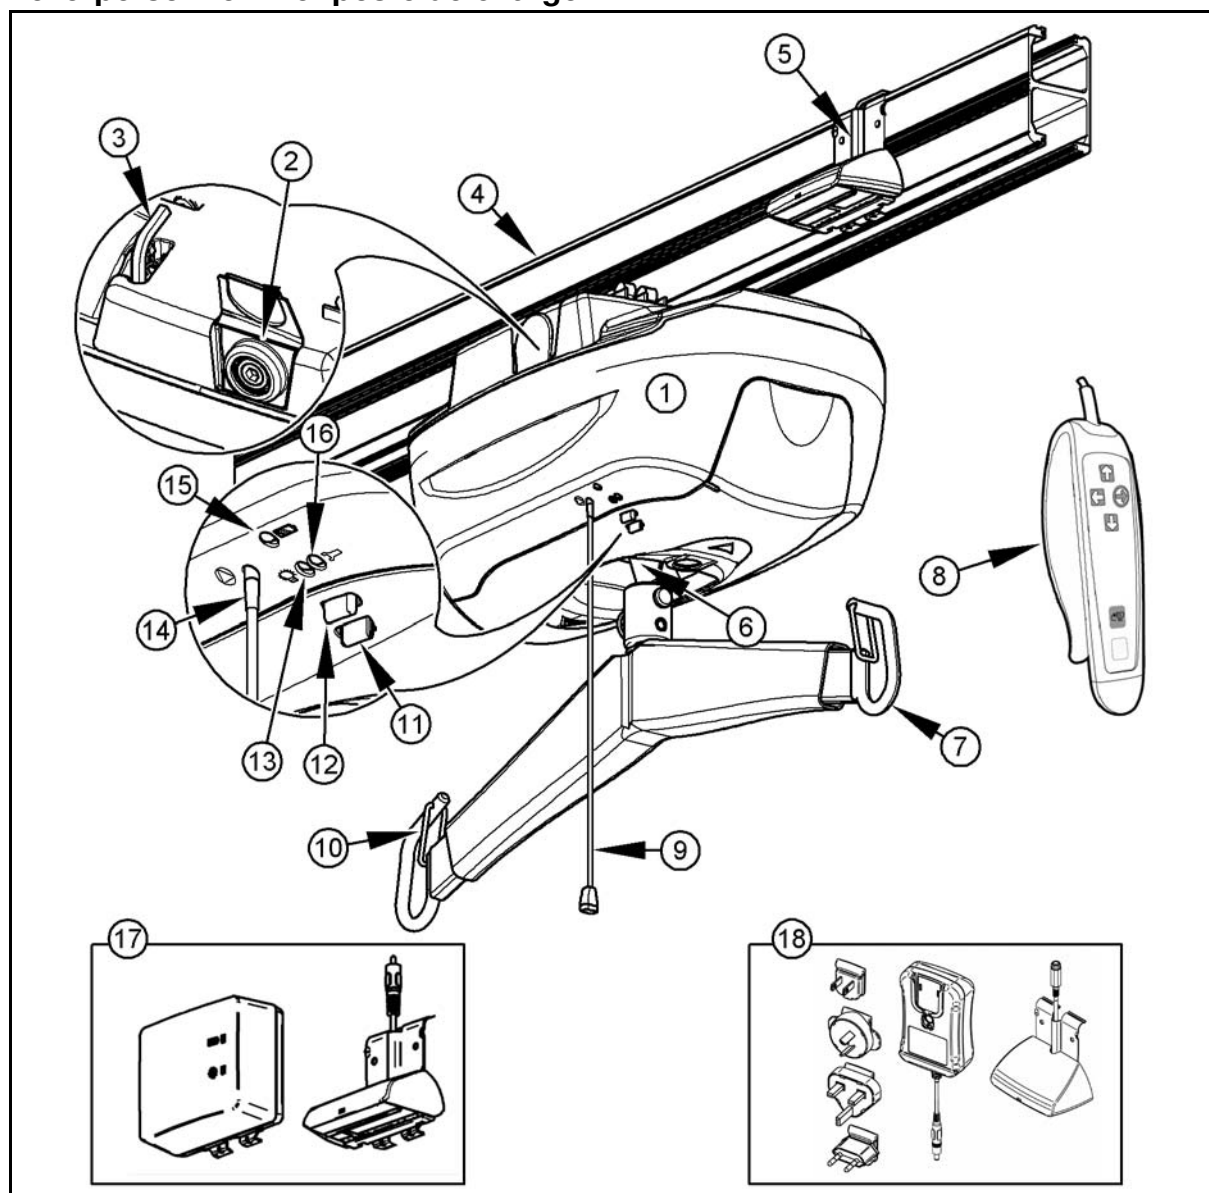

Fig. 4
Les explications suivantes font référence à la Fig. 4 de la page précédente :
Le V4 est muni d'un système de chargement universel avec câble (n° 700.15500) ou d'un chargeur mural (n° 700-15501), qui peuvent tous les deux s'adapter aux prises électriques CA de l'endroit où il est vendu (voir Fig. 4).
- 1) Pour arrêter le lève-personne en cas d'urgence, tirez doucement une fois sur la corde rouge, jusqu'à ce que vous entendiez un déclic (voir la Fig. 4 dans la section « Description des pièces » de ce manuel). Vous pourrez alors remarquer que le bouton en plastique de remise en marche, situé tout juste dans le haut de la corde rouge, est abaissé. La lumière du voyant vert sera également éteinte. Vous pourriez remarquer aussi que le patient commence à descendre lentement lorsque l'arrêt d'urgence est activé, ce qui est tout à fait normal;